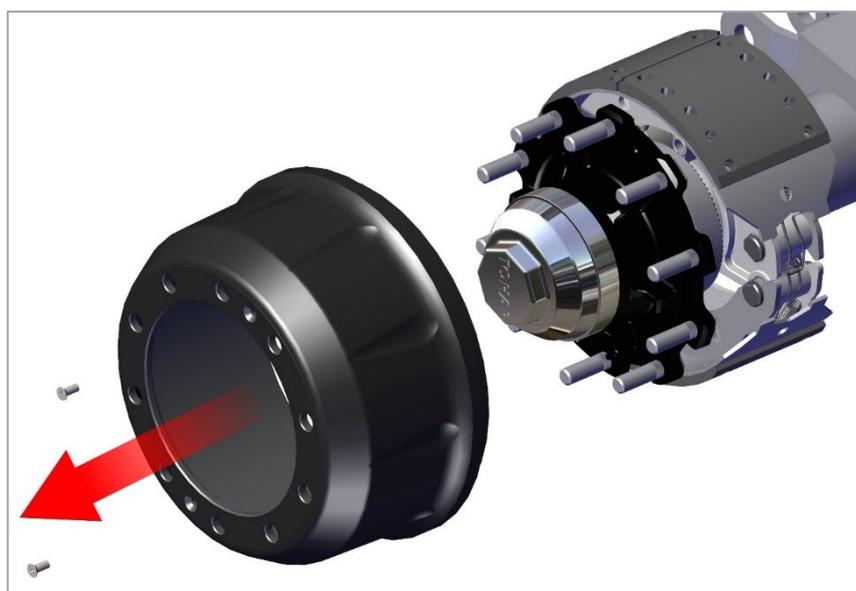

Рис. 16. Снятие барабана
2) Снимите барабан, как показано на рис. 16.